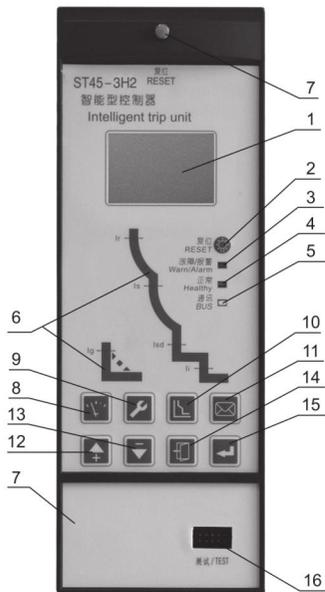

图12
4.8.14 TW30-3M, 3H型智能控制器(液晶显示)面板见图12